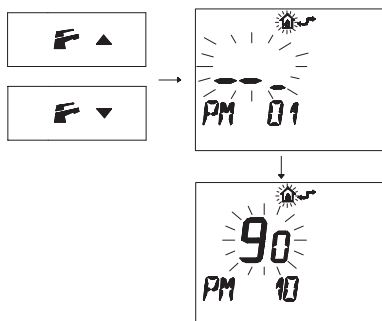

Figura 5.50
- Pulse los botones **F** ↓ o **F** ↑ para visualizar la programación "PM10", de selección de la frecuencia de encendido (Figura 5.50).
En la Figura 5.50 se muestra un punto de consigna programado de **90**, equivalente a un tiempo de reencendido de aproximadamente 3 minutos.